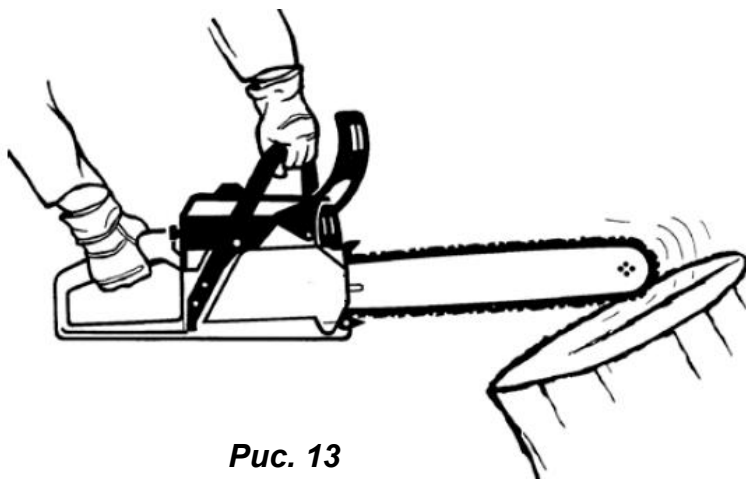

Рис. 13
2. Нажмите на курок газа и дайте двигателю поработать примерно 10-15 сек. на максимальных оборотах. Под шиной должен остаться четкий масляный след. (см. Рис.13)